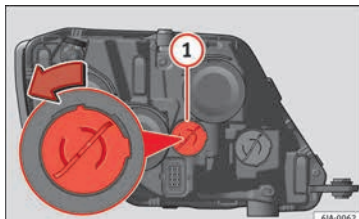

Abb. 94 Glühlampe für Tagfahrlicht auswechseln
- Drehen Sie den Lampenträger » **Abb. 94** **①** gegen den Uhrzeigersinn und nehmen Sie ihn ab.